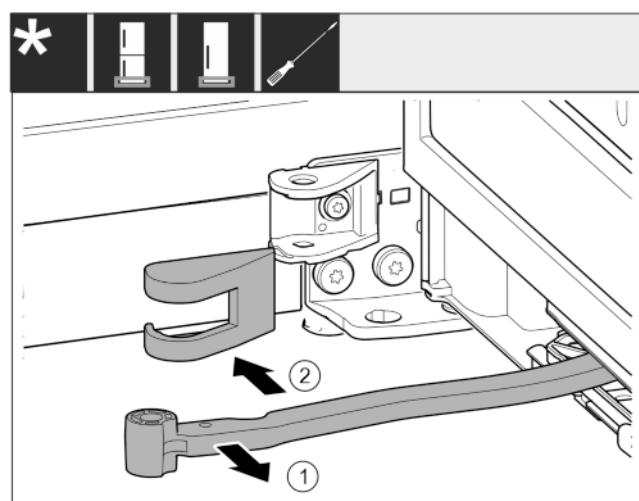

Fig. 13
- Kíb otočte v smere dverí. Fig. 13 (1)
- Vyberte kryt ložiskovej konzoly. Fig. 13 (2)